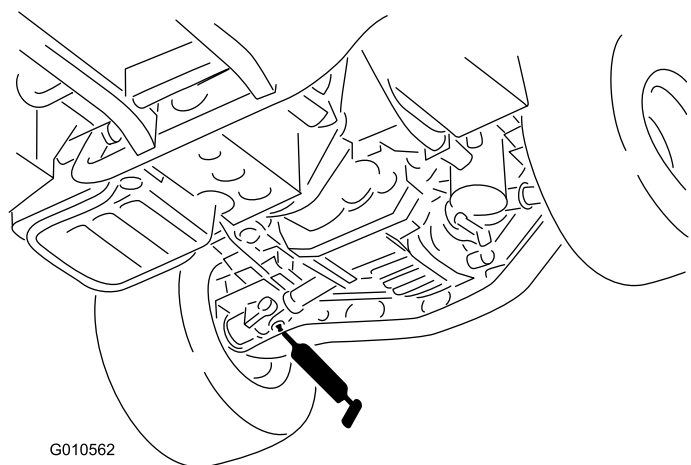

Figura 38
- Cardán (18), según se muestra en Figura 38